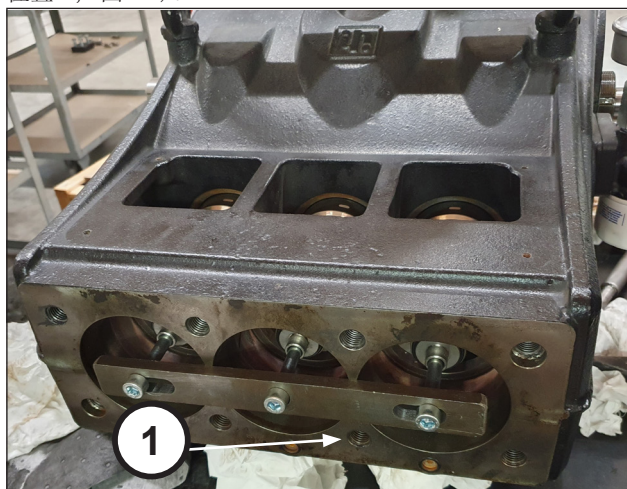
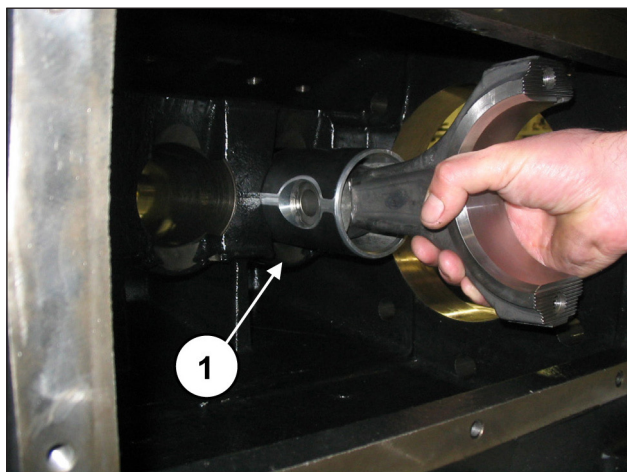

图 41
图 42
如有必要，更换一或多个连杆或柱塞导承，应操作如下：拧松工具（代码 27566200）的螺栓以松开连杆（位置 ①，图 41），接着从泵壳后方开口处抽出连杆/柱塞导承组件（位置②，图 42）。
确保曲轴箱已彻底清洁后，将半连杆/活塞导承组件插入曲轴箱管内（部件号 ①，图 42）。
利用编号为 27566200的专用工具锁定三个组件（位置 ①，图 41）。
拆除用于锁定连杆、编号为 27566200 的工具(位置①, 图 41)。